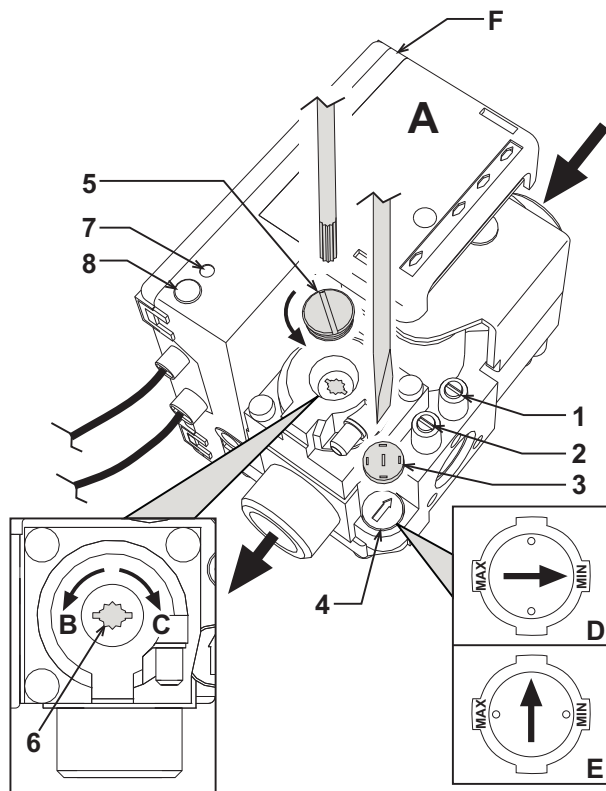

рис. 3 - Регулирование давления
Подключите манометр к штуцеру отбора давления 2 (рис. 3), расположенному после газового клапана, затем переведите ручку термостата котла (поз. 5 - рис. 1) на максимум.
Сняв защитную пробку 5 (рис. 3), регулируйте давление газа с помощью винта 6 на желаемое значение (см. таблицу технических данных и диаграммы изменения мощности, приведенных в сар. 5).
2. Снимите с газового вентиля маленький защитный колпачок 3 (рис. 3). С помощью маленькой отвертки отрегулируйте "СТУПЕНЬ" розжига на основании выбранного для работы газа (G20-G25 Положение D рис. 3 или G30-G31 Положение E рис. 3); установите защитный колпачок на место.